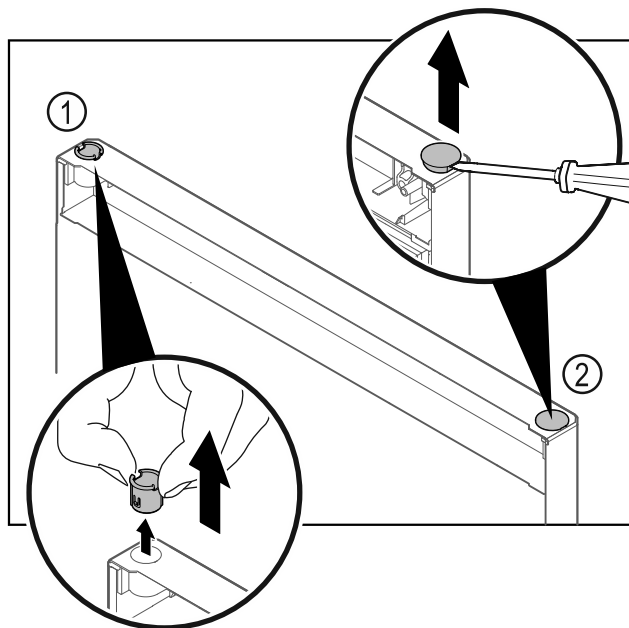

Fig. 30 Dvířka mrazničky
- Pouzdro závěsu Fig. 30 (1) vytáhněte prsty.
- Krycí zátku Fig. 30 (2) opatrně nadzvedněte plochým šroubovákem a vytáhněte.